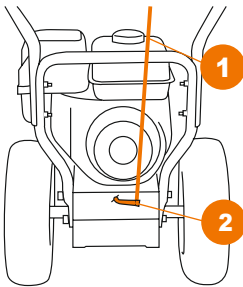

Рис. 3
ё Подсоедините штангу рычага выбора передач (1) к кронштейну привода (2) расположенного в нижней части снегоуборщика и зашплинтуйте ее (Рис.3).